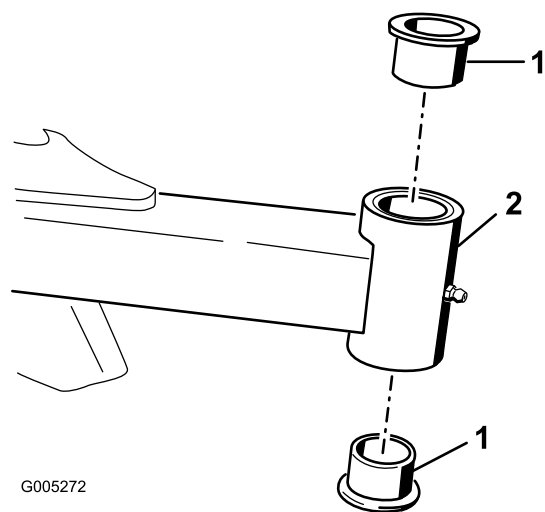

Рисунок 17
4. Вставьте выколотку сверху или снизу монтажной трубы и выбейте втулку из трубы (Рисунок 17). Выбейте также из трубы другую втулку. Очистите от грязи внутреннюю поверхность трубы.